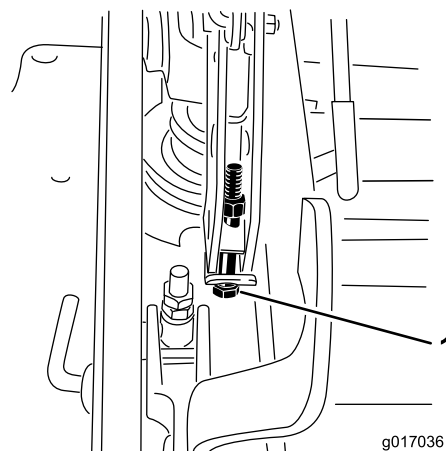

**Figure 94**
12. Pour régler le système monopoint, desserrez les deux boulons au bas de la plaque de hauteur de coupe Voir la Figure 94.
14. Serrez les deux boulons au bas de la plaque de hauteur de coupe (Figure 94). Serrez à un couple de 37 à 45 Nm.